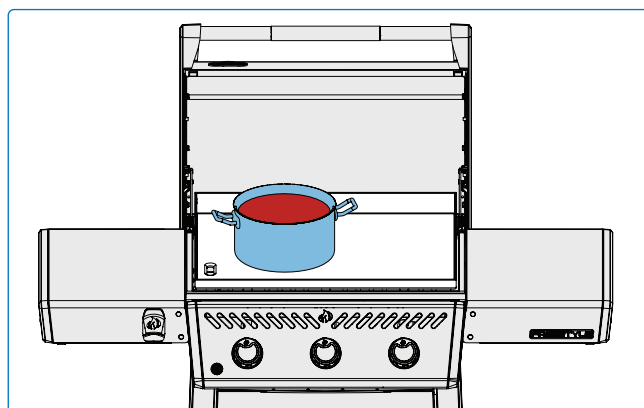

Fig. 10
- Gebruik de plancha om sauzen te smelten of op te warmen. Zet potten of pannen aan de kant op laag tot middelhoog vuur. **(Afb. 10)**.